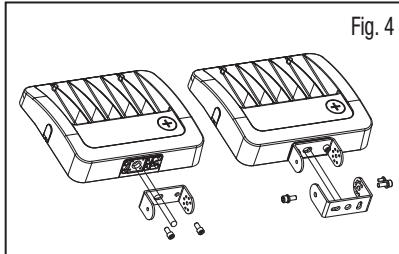

Fig. 4
3. Using a 7/32" Allen key, remove the four (4) bolts (**M8x16**) on the bottom of the housing to remove the Slipfitter mount.
6. Using the same Socket Head Bolts used to fasten the Slipfitter Mount (**M8x16**), screw the fixture portion of the Trunnion Mount to the housing, threading the wire through the center hole opening on the bracket. (Fig. 4)
8. Assemble Trunnion Mount with the Trunnion Mount screws (M8x20) (Fig. 4 & 5)
3. À l'aide d'une clé Allen de 7/32", retirez les quatre (4) boulons (**M8x16**) situés au bas du boîtier pour enlever le support Slipfitter. ***Pas besoin de sceller la base exposée du boîtier – le boîtier du luminaire est étanche.**
6. À l'aide des mêmes boulons à tête cylindrique (**M8x16**) utilisés pour fixer le support Slipfitter, vissez la partie du support Trunnion au boîtier du luminaire, en faisant passer le câble à travers l'ouverture centrale du support. (Fig. 4)
8. Assemblez le support Trunnion avec les vis du support (M8x20) (Fig. 4 & 5).